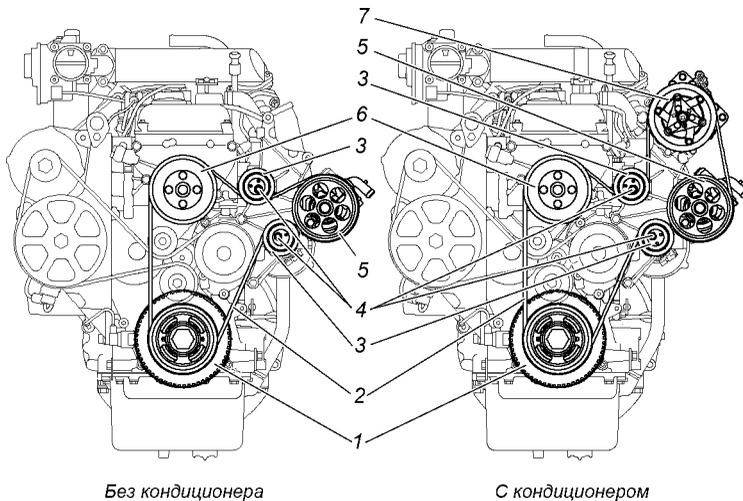

Рис. 9.13. Ремень привода вентилятора, насоса гидроусилителя рулевого управления и компрессора кондиционера:
- ослабьте болт 4 (рис. 9.13) ;